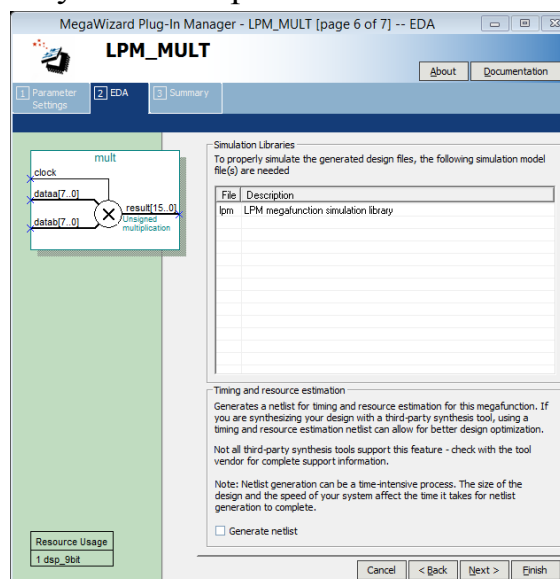

Рис. 15. Шоста сторінка налаштувань MegaWizard Plug-In Manager (вибір файлів для сторонніх САПР)
2.1.9. На наступній сторінці вказується файл **Lpm** (рис. 15), який використовується сторонніми САПР для моделювання мегафункції **LPM_MULT** (наприклад, в САПР ModelSim-Altera). В даному випадку для моделювання не застосовуються сторонні САПР. Натисніть **Next**.